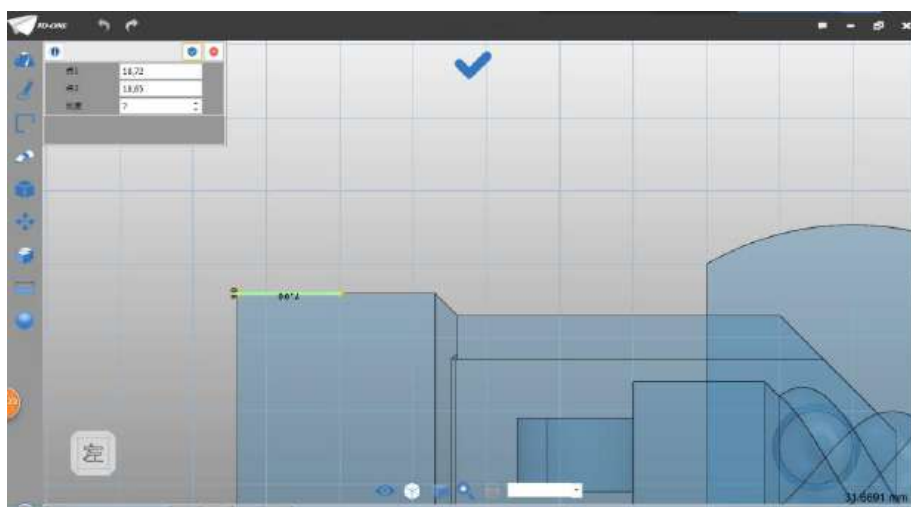

图 4-12
Step 12 点 1 输入坐标 (18, 72), 点 2 输入 (18, 65) 长度设为 7, 如下图 4-12 所示: